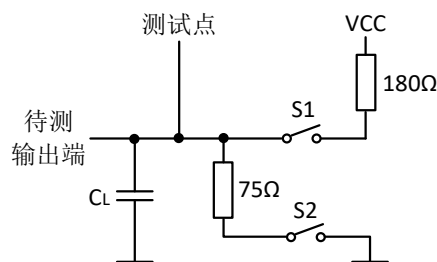

图 1 开关特性测试电路
3. 测试电路如图 1，其中 C_L 包括了探针和插座的寄生电容；输入信号由波形发生器提供，且输入信号应当满足： $PRR \leq 1\text{MHz}$, $Z_O \approx 50\Omega$, $t_r \leq 15\text{ns}$, $t_f \leq 6\text{ns}$ ；每个使能端都是单独测试的。